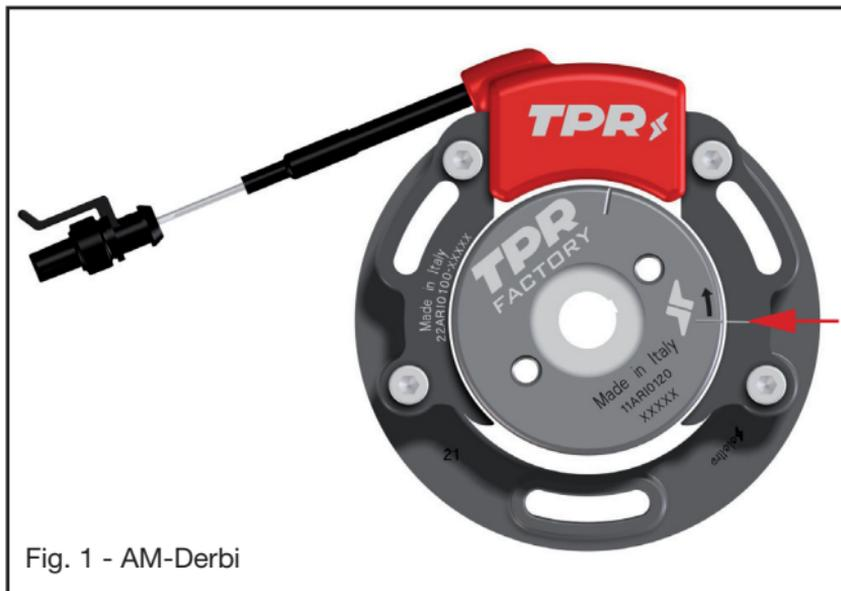

Fig. 1 - AM-Derbi
- Mantenendo l'albero motore in questa posizione (PMS) fare collimare la linea di riferimento impressa sul rotore con quella situata sullo statore (Fig. 1) mediante la rotazione di quest'ultimo, poi bloccare le tre viti M4 di fissaggio dello statore (Coppia di serraggio 3,5 ÷ 4,5 Nm pari a circa 0,35 ÷ 0,45 kg*m).
- Mantenendo l'albero motore in questa posizione inserire il rotore (Part. 2) e fare collimare la linea di riferimento impressa sul rotore con quella situata sullo statore (Fig. 1), inserire la rondella $\varnothing 10$ (Part. 9) ed il dado M10 x 1 (Part. 8) (Coppia di serraggio 30 Nm pari a circa 3 kgm).